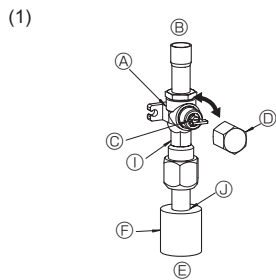
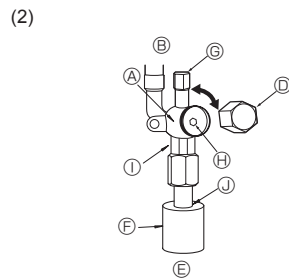

Fig. 4-6
Fig. 4-7
#### (1) Gaszijde (Fig. 4-6)
- ① Verwijder de dop, trek het handvat naar u toe en draai dit een kwartslag tegen de klok in om de kraan te openen.
- ② Let erop dat de afsluitkraan geheel open is, druk de hendel in en draai de kap terug naar de oorspronkelijke stand.
#### (2) Vloeistofzijde (Fig. 4-7)
- ① Verwijder de kap en draai de kraanstang zo ver mogelijk tegen de klok in met behulp van een 4mm-inbussleutel. Stop met draaien wanneer de nok wordt bereikt.